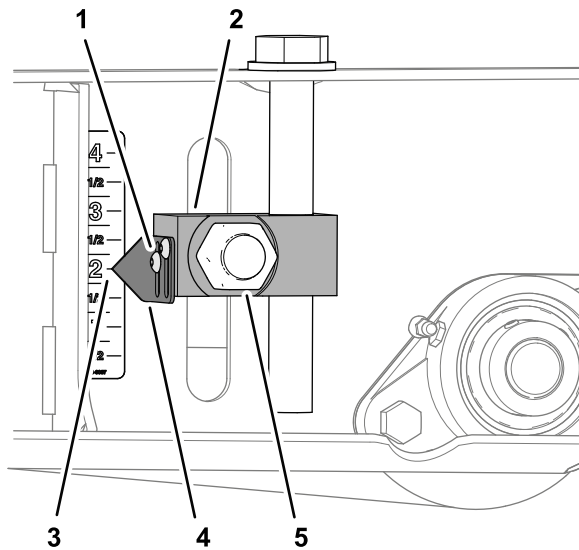

**Bild 83**
5. Heben Sie die linke und rechte Schnitthöhenverstellung an der hinteren Rolle auf die 2 1/4" Markierung auf dem Aufkleber an (Bild 83).